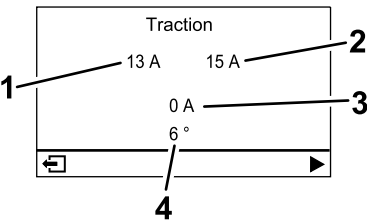

Figure 26
- **Écran du moteur de traction (Figure 26) :** indique l'angle de braquage et l'intensité attribués à chaque moteur de déplacement.